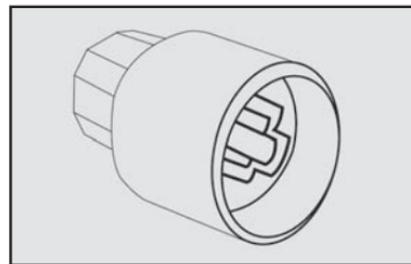

fig. 9
1) Retirar da bolsa de ferramentas a chave soquete **fig. 9**, que destrava o mecanismo antifurto da roda sobressalente.